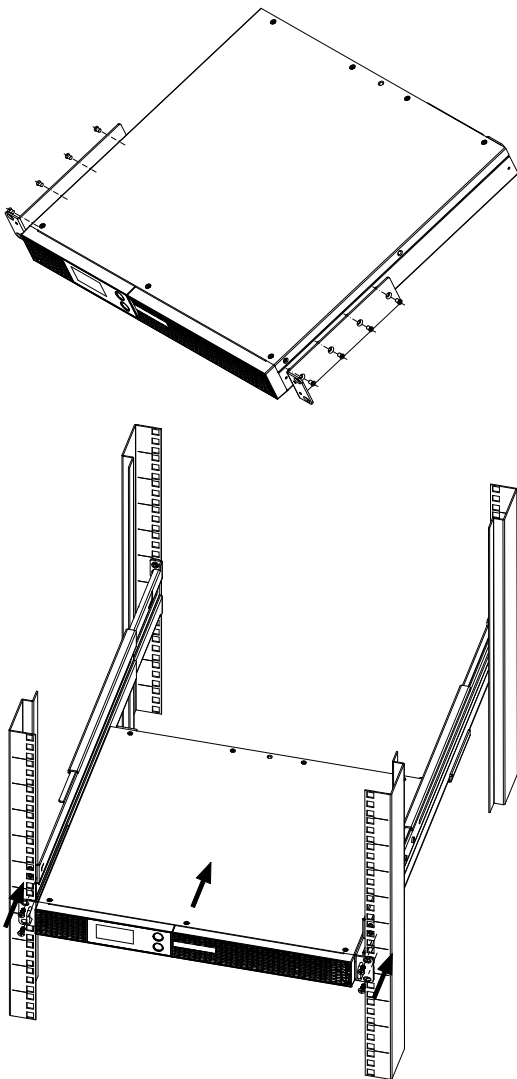

Fig. 8. Montagem SPS ADVANCE R2 em armário 19".
- Proceda do seguinte modo (ver Fig. 8):